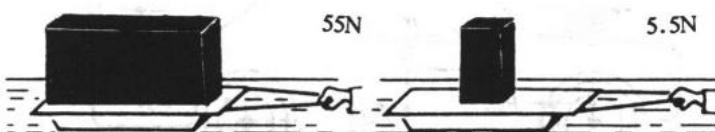

图 1-1 重量与摩擦力的关系
- (1) 物体重量：如图 1-1 所示，重量轻的所需拉力小。